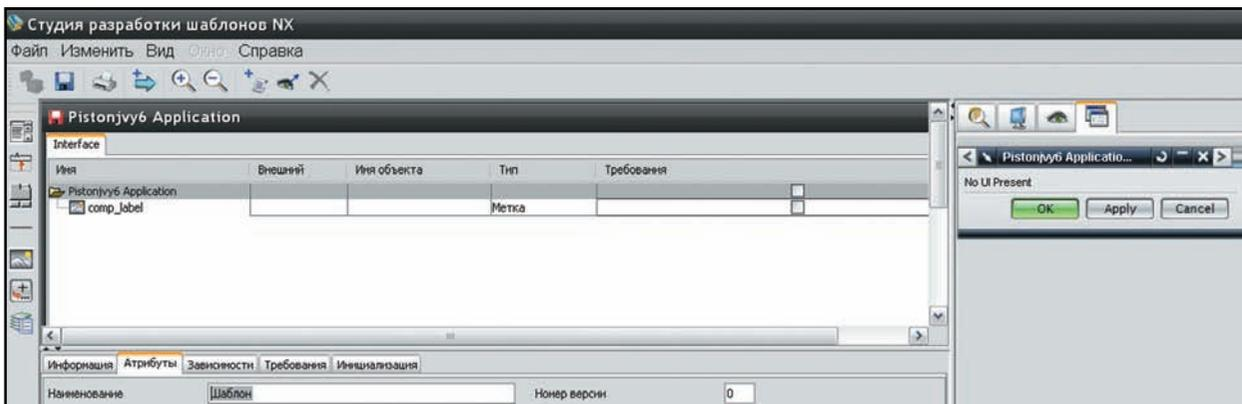

Рисунок 10.4 Режим редактирования шаблона
- Окно шаблона перейдёт в режим редактирования, и откроется его содержимое на данный момент (рис. 10.4).